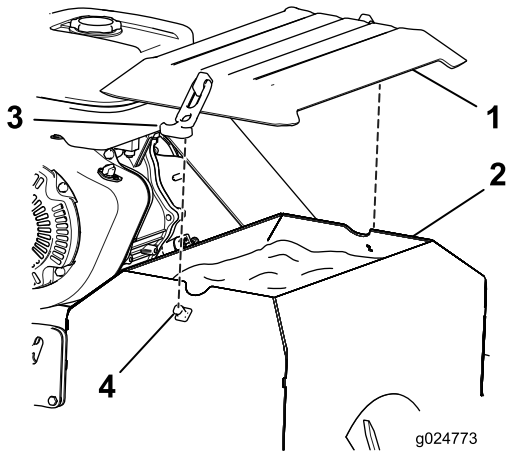

Figura 11
- Para instalar la tapa de las semillas (Figura 11), colóquela sobre la tolva para semillas y sujétela a los enganches en cada lado con los cierres de goma.